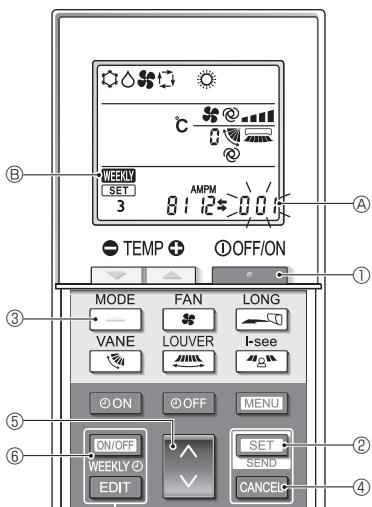

Fig. 5-16
5.13.8. Отключение автоматического режима (Fig. 5-16)
- Нажмите кнопку ①, чтобы остановить работу кондиционера воздуха.
• Если недельный таймер активирован, нажмите кнопку ⑥ для отключения таймера (Ⓑ исчезнет.)
- Нажмите и удерживайте в течение 5 секунд кнопку ⑤.
- Нажмите кнопку ⑤.
- Завершение настроек (Fig. 5-16)